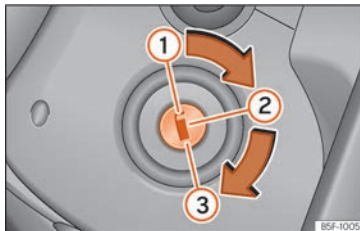

Fig. 236 Posizioni della chiave del veicolo.
Chiavi »»» fig. 236
Chiavi » fig. 236
3.	Solo per i veicoli con motore diesel: per il preriscaldamento, portare la chiave nel bloccetto di avviamento in posizione » fig. 236 (2) . Sul quadro strumenti si accende la spia ⌘ .